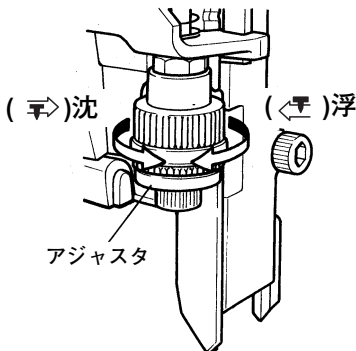

図 11
### (1) アジャスタの調整 (図 11)
(図 11, 12)